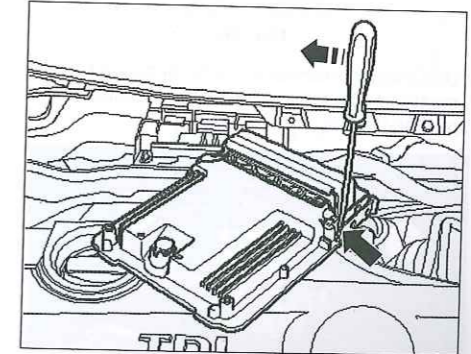

Fig. 28
- Introducir un destornillador entre los dos frenos y con precaución, empujar el destornillador girando la brida de seguridad para desengraparla (Fig.28).